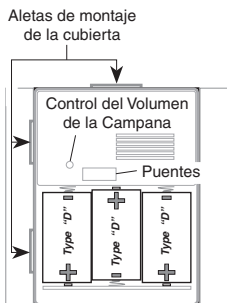

Figura 2
2. **Coloque las 3 pilas alcalinas "D".** Asegúrese de que estén correctamente colocadas (vea la Figura 2).
4. Ajuste del control del volumen. Regule el control de volumen al nivel deseado (vea la Figura 2).
- Cambie las baterías (pilas) (vea la Figura 2).